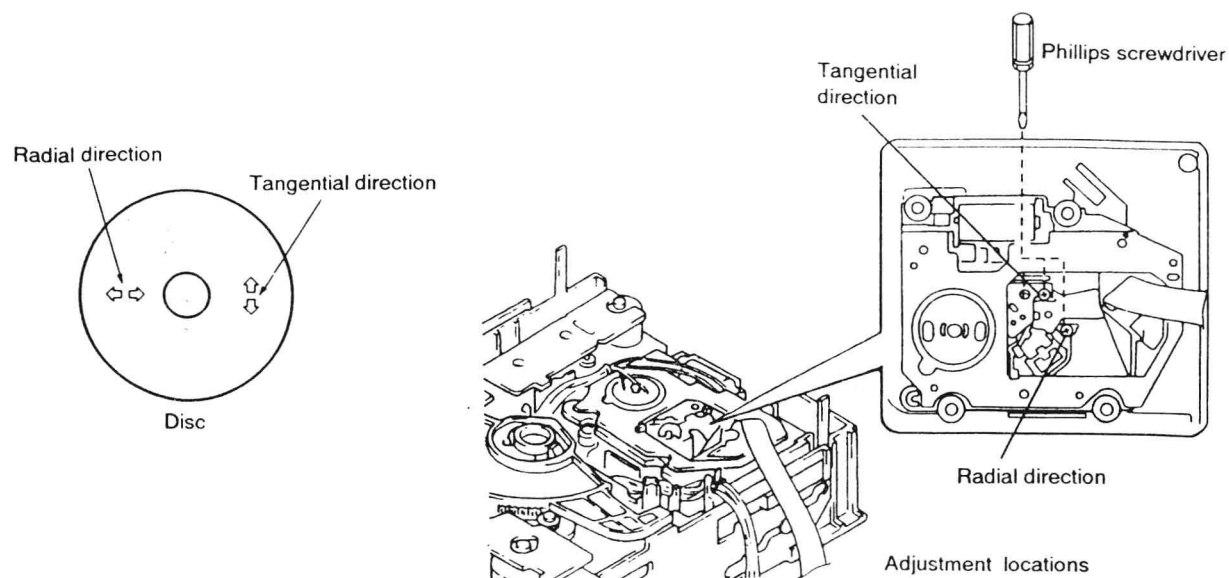

图 12-21
- 注:径向和切向表示图 12-21 中所示的相对于唱片的方向。